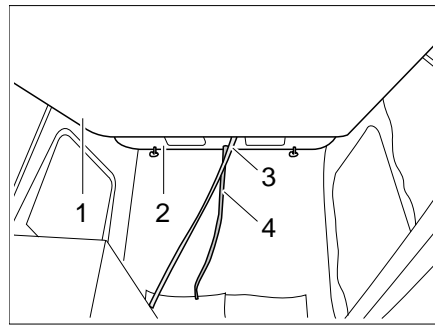

Bild 71 Bett im Hubdach
- Schlafdach (Bild 71,2) an den Griffen mit beiden Händen nach oben drücken.
- Matratze (Bild 71,1) an Ziehvorrichtung (Bild 71,3) nach unten ziehen bis sie hörbar einrastet.
- Matratze (Bild 71,1) nach oben drücken.
- Schlafdach an der Ziehvorrichtung (Bild 71,4) nach unten ziehen.